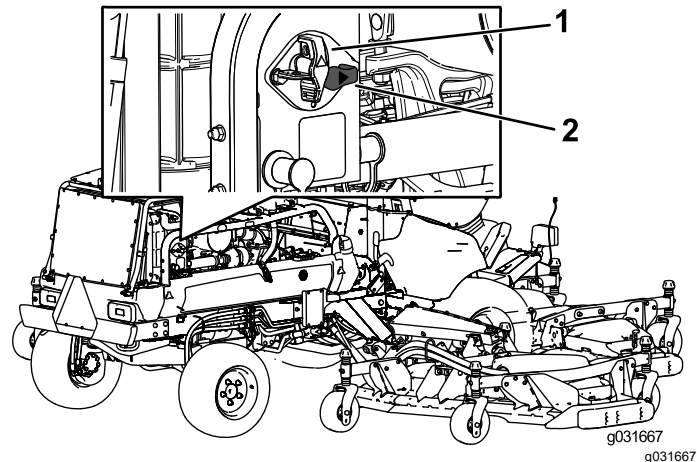

Figura 1
5. Gire el interruptor de desconexión de la batería a la posición de APAGADO (Figura 1).